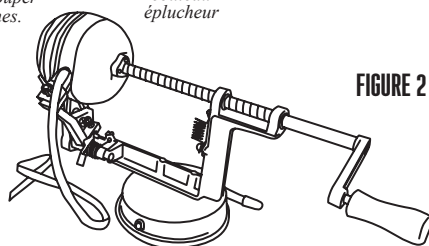

FIGURE 2
5. Tournez la manivelle dans le sens horaire pour commencer à éplucher la pomme (FIGURE 2).